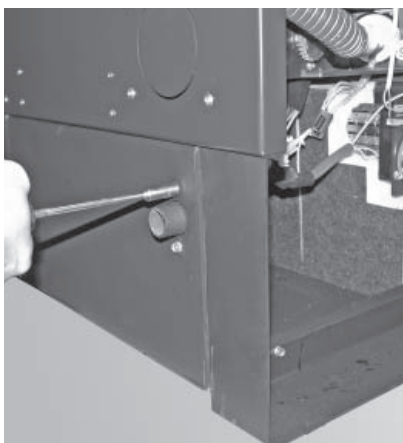

Fig. 21 Fissare il tubo di ritorno con 2 viti
- Fissare il tubo di ritorno (pezzo n°4) alla parete posteriore con 2 viti (pezzo n°3) - Fig. 21.